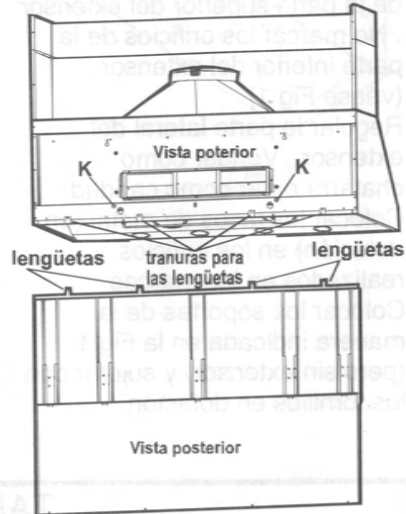
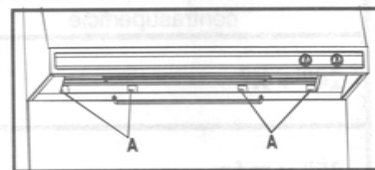

Fig. 3
Fig. 4
- 1) Desde el interior de la campana aflojar los tornillos K de una vuelta (véase fig 3)
- 4) Desplazar el Backslash hacia arriba hasta que las lengüetas coincidan con las ranuras de la parte posterior de la campana (véase Fig 3). Desde dentro de la campana, sujetar el Backslash en cada lengüeta con los tornillos de chapa (en dotación) (véase Fig 4)
- 5) Apretar los tornillos K (véase Fig 3). Apretar los tornillos de chapa en las lengüetas